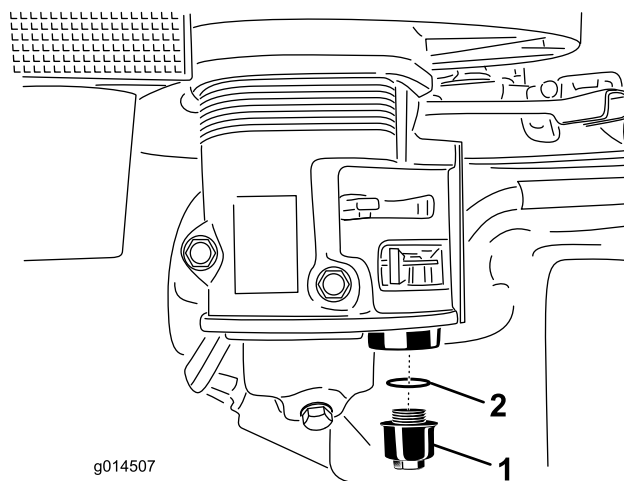

Figura 23
4. Svitare la coppa dei sedimenti (Figura 23).